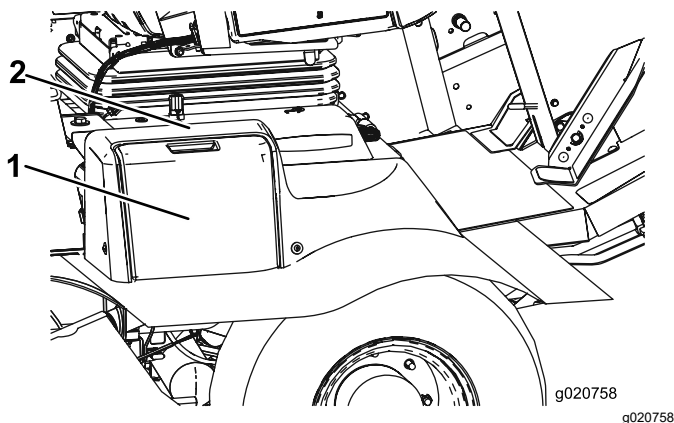

Figura 97
1. Abra a cobertura da bateria no lado do resguardo (Figura 97).
Nota: Pressione a superfície plana por cima da cobertura da bateria para facilitar a remoção da cobertura (Figura 97).